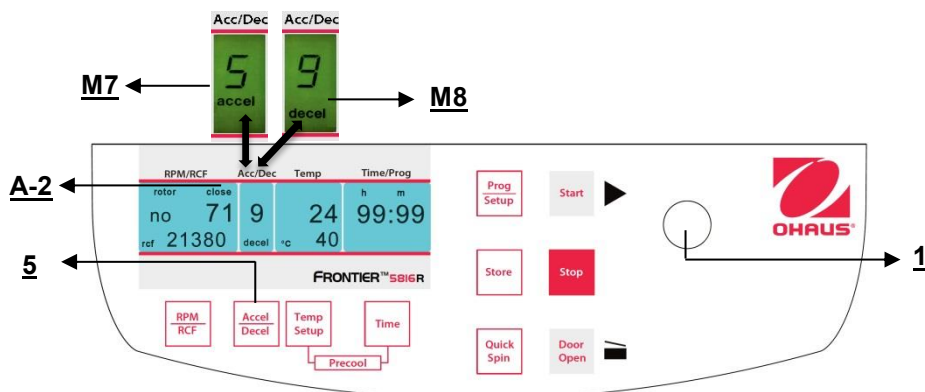

Figura 18
Questa funzione è attivata mediante il tasto **"Accel/Decel"** (5) (fare riferimento alla figura 18).